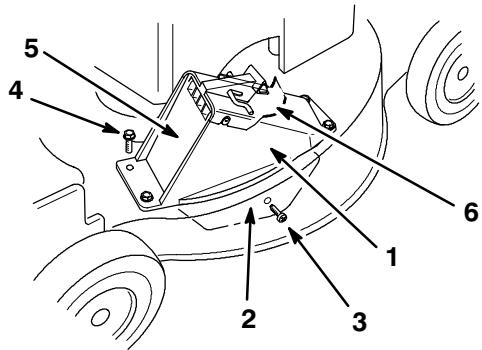

Figure 38
7. Insérer la patte du conduit d'éjection dans le carter de tondeuse (Fig. 38).
8. Aligner les perforations du conduit d'éjection face aux œillets du carter de tondeuse (Fig. 38).
9. Faire correspondre la perforation de la patte du conduit et la perforation latérale du carter de tondeuse (Fig. 38).
10. Insérer la vis autotaraudeuse fournie avec le sac de ramassage dans la perforation latérale du carter de tondeuse et dans la patte, et serrer la vis partiellement (Fig. 38).
11. Fixer le conduit d'éjection au carter de tondeuse à l'aide des 3 boulons fournis avec le sac de ramassage (Fig. 38).
14. Ouvrir et fermer le volet d'éjection pour s'assurer qu'il peut se mouvoir librement (Fig. 38).